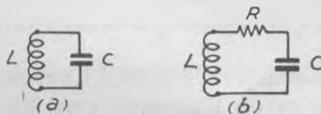

Fig. 7.
pure C (fig. 7 a), a une fréquence propre qui se calcule par la formule de Thomson :
On obtient ainsi une longueur d'onde propre théorique, car la formule simple ne tient pas compte de la résistance ohmique (fig. 7 b) du circuit (1). Mais elle suffira largement en première approximation.